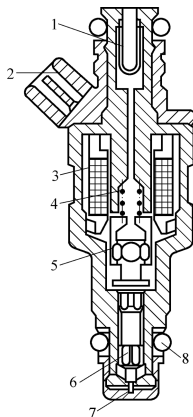

图 1-163 轴针式喷油器
(1) **结构** 由喷油器外壳、喷油嘴、针阀、套在针阀上的衔铁以及根据喷油脉冲信号产生电磁吸力的电磁线圈组成,如图 1-163 所示。电磁线圈通电时,产生磁场吸动衔铁上移,衔铁带动针阀从其座面上升约 0.1mm ,燃油从精密环形间隙中流出。为使燃油充分雾化,针阀前端磨出一段喷油轴针。喷油器吸动及下降时间为 $1 \sim 1.5\text{ms}$ 。